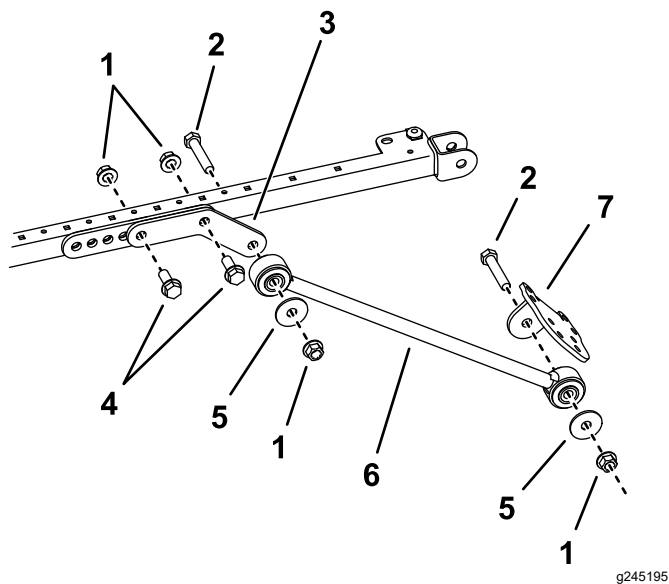

Figura 37
9. En cada lado del bastidor del toldo, monte provisionalmente un acoplamiento de extensión en los orificios trasero y central del soporte de montaje con 2 pernos (½" x 1½") y 2 tuercas con arandela prensada (½"), tal y como se muestra en la Figura 37.
10. Instale provisionalmente un tirante en el exterior de cada acoplamiento de extensión con un perno (½" x 2½"), una arandela (½") y una tuerca con arandela prensada (½") Figura 37.
11. Sujete provisionalmente un soporte de tirante a cada tirante con un perno (1/2" x 2 1/2"), una arandela (1/2") y una tuerca con arandela prensada (1/2"), según se muestra en Figura 37.